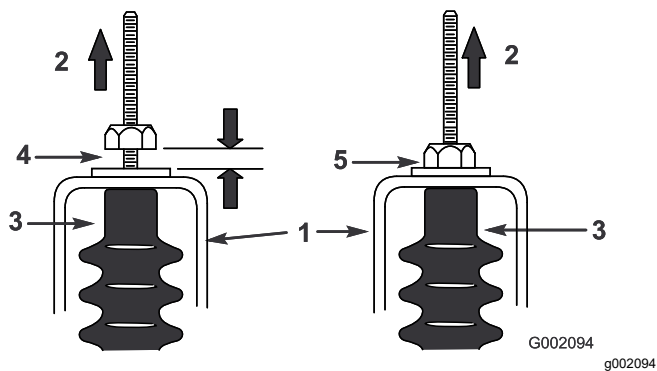

Figura 65
- Puxe cada cabo de mudanças para se certificar de que existe folga de 0,76 a 1,52 mm entre a porca/anilha e o suporte neutro (Figura 65).